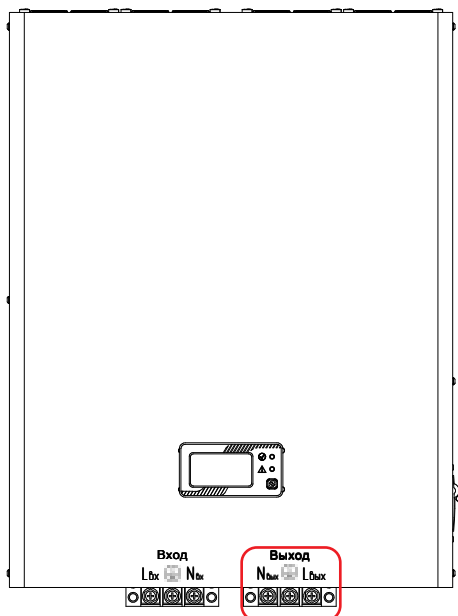

Рисунок 32. Стабилизаторы Штиль IS8000 и IS10000. Выводы «Выход N-L»
- у моделей IS8000 и IS10000 к выводам «Выход N--L» (**рисунок 32**).